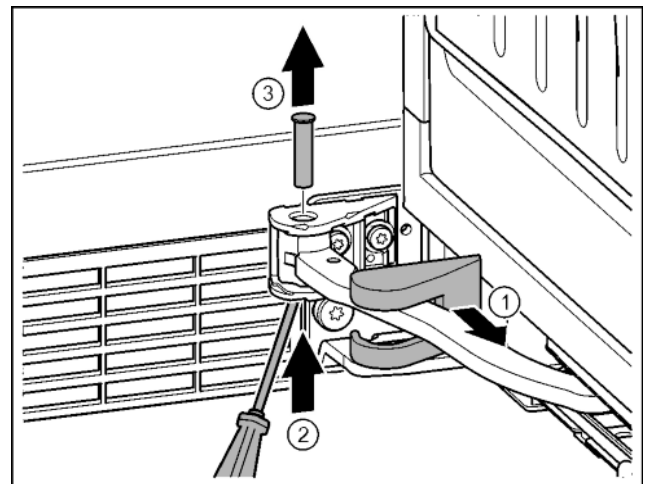

Fig. 16
- ▶ Снять крышку опорного кронштейна и переместить вдоль шарнира. Fig. 16 (1)
- ▶ Ручкой или отверткой приподнять палец снизу. Fig. 16 (2)
- ▶ Вставить отвертку под головку пальца и вытащить его. Fig. 16 (3)